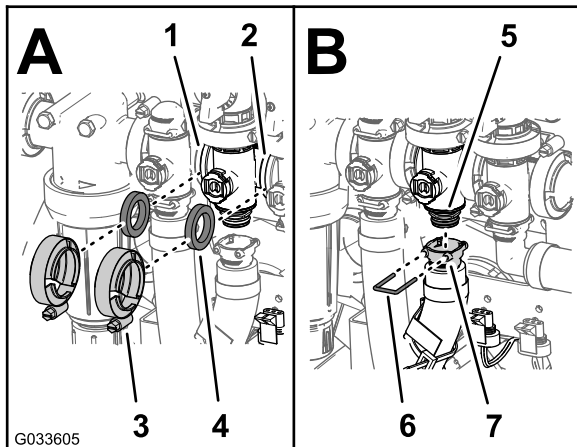

Bild 128
- Montieren Sie das Rührwerksicherheitsventil, die Dichtung und den Rührwerkventilverteiler mit einer Flanschklammer und ziehen sie mit der Hand an (Bild 128).